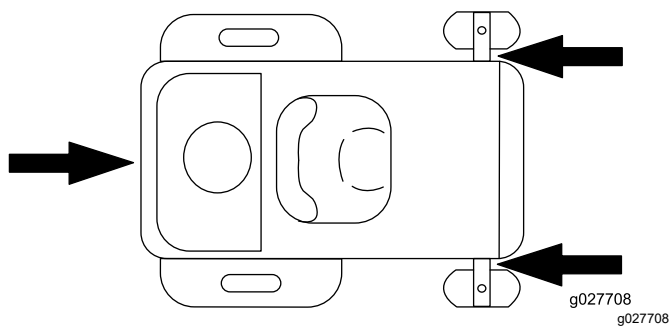

Figure 34
- Arrimez la machine près des roues pivotantes avant et du cadre arrière à l'aide de sangles, chaînes, câbles ou cordes (Figure 34). Voir la réglementation locale concernant les exigences en matière d'arrimage.